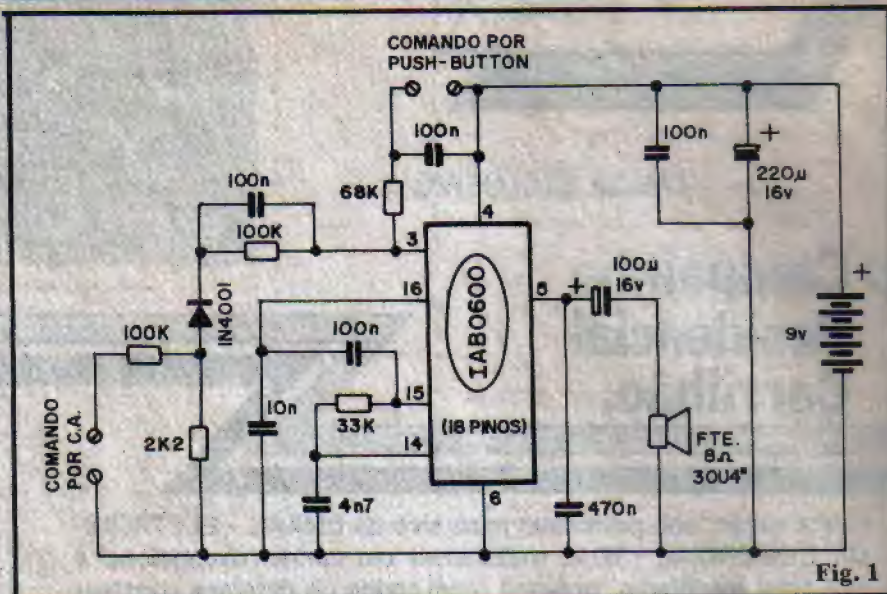
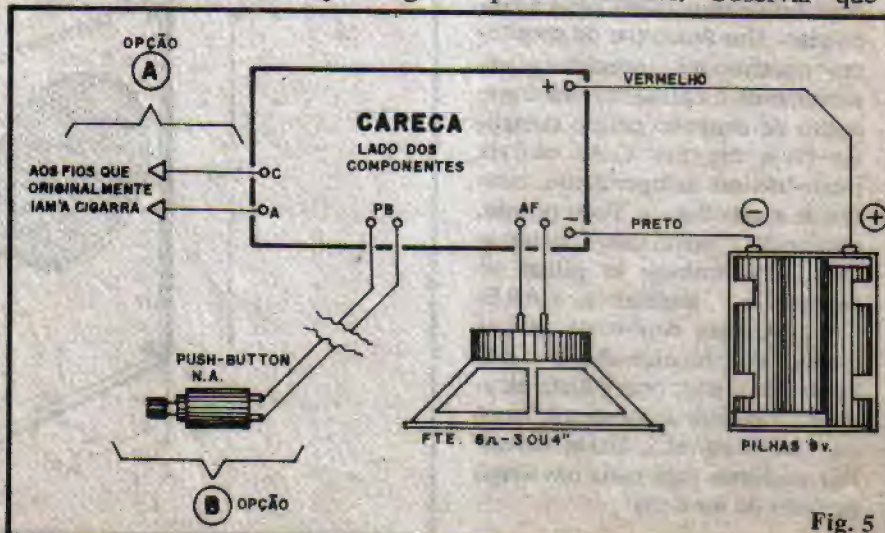

Fig. 1
Fig. 5
— FIG. 1 — O diagrama do circuito da CARECA está na figura, em toda a sua simplicidade. Conforme já foi dito, o Integrado IAB0600 faz "só" tudo e a maioria dos (poucos) componentes externos "está lá" em
- **FIG. 5 - CONEXÕES EXTERNAS À PLACA** - Com a placa ainda vista pelo lado dos componentes, as conexões periféricas são mostradas na figura, com grande clareza. Observar a polaridade da alimentação, com os fios que vêm do suporte de pilhas codificados pela "velha" norma: **vermelho** para **positivo** e **preto** para o **negativo**. Os pontos "AF" destinam-se à ligação dos fios que vão ao alto-falante. Finalmente, resta escolher o tipo de comando para a CARECA: se for optado o comando direto pela C.A., os pontos "C-A" deverão ser ligados aos fios que origi-
(conforme já foi dito...), tudo fica como está, bastando remover a cigarra e instalar, no seu lugar, a CARECA, ligando-se os fios originais aos pontos "C-A" da placa, sem preocupações, inclusive, quanto à tensão da rede local (110 ou 220VCA, indiferentemente), já que o circuito já apresenta suas proteções e atenuadores de entrada, compatíveis com as tensões domiciliares comuns. No módulo 6-B vemos uma forma simplificada (sem ter que mexer nos componentes agregados diretamente à placa) de acoplar o circuito a um amplificador, constituindo uma segunda opção, em relação à sugerida no item O CIRCUITO (texto sobre a fig. 1), para os que pretendam usar a CARECA como "sinal de chamada". Certamente, nessa aplicação, convém que o comando seja feito por **push-button** independente, conforme indica a opção "B" da fig. 5.